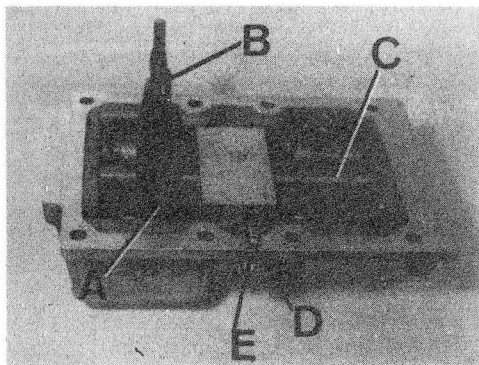

Fig. C1-71 Desmontaje ejes selectores
- 1.6. Desmontar el pasador elástico, A (Fig. C1-71) que fija la horquilla selectora de 3a y 4a velocidad, B, a su eje, C.
- 1.7. Desmontar el eje selector de 3a y 4a velocidad, C ( Fig. C1-71) desplazándolo hacia la parte posterior y extraer la horquilla, B,